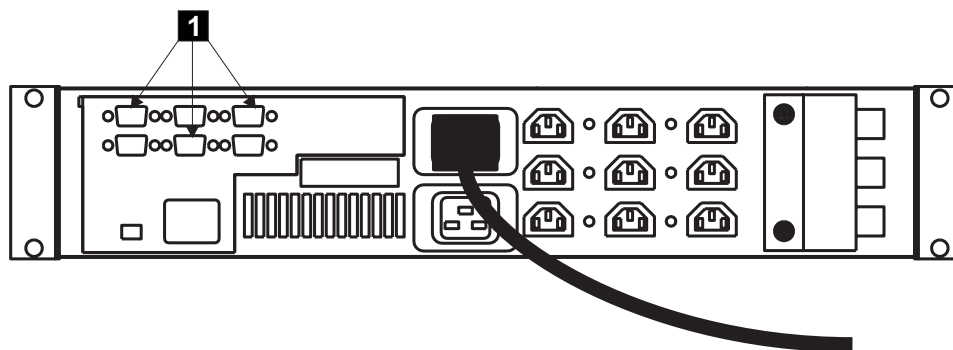

図 270. 2145 UPS シグナル・ケーブルの接続
4. 2145 UPS の後部で、シグナル・ケーブル (305 ページの図 270 の **1**) を接続します。